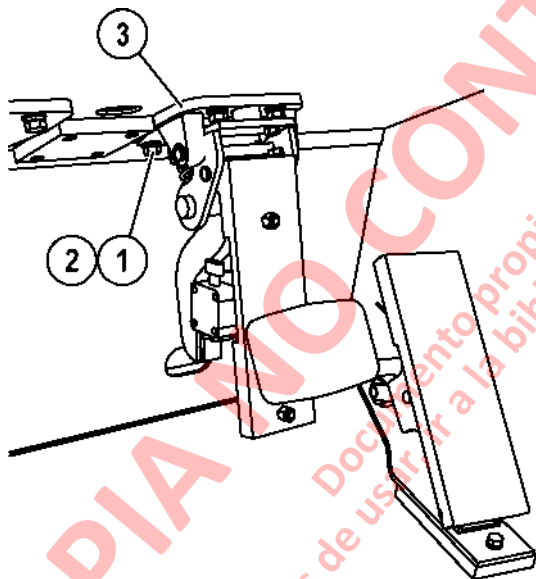

FIGURA 3-2 DESMONTAJE DE LA VÁLVULA DE FRENOS
6. Retire los pernos (1, Figura 3-2) y las golillas de seguridad (2) que aseguran el conjunto de la válvula de frenos (3) a el casco de montaje.
1. Coloque el conjunto de la válvula de frenos (3, Figura 3-2) en posición en la cabina y asegúrelo con pernos (1) y golillas de seguridad (2). Apriete los pernos a torque estándar.